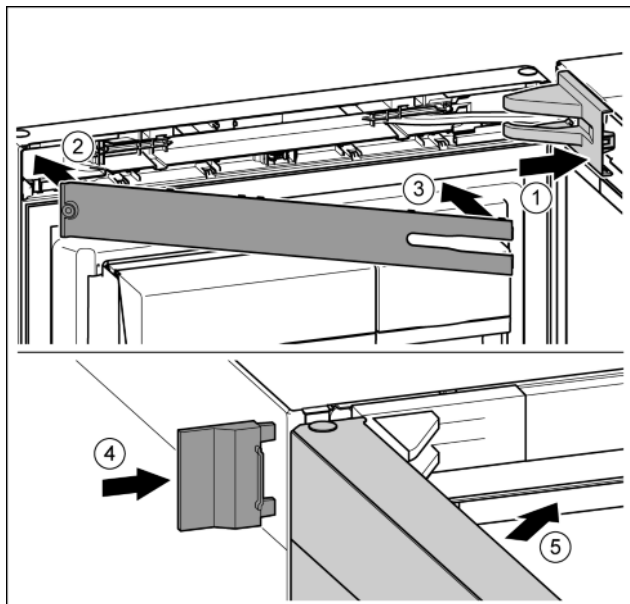

Fig. 43
- ▶ Założyć osłonę płytki zawiasu i zazębić, ew. ostrożnie odsunąć. Fig. 43 (1)
- ▶ Założyć zaślepkę. Fig. 43 (2)
- ▶ Przechylić i zazębić zaślepkę. Fig. 43 (3)
- ▶ Wsunąć zewnętrzną osłonę. Fig. 43 (4)
- ▶ Zamknąć górne drzwi. Fig. 43 (5)